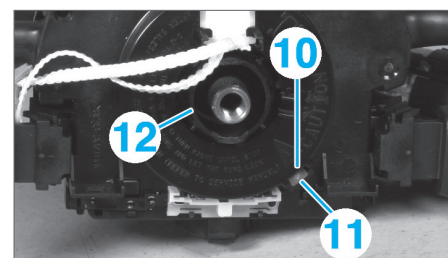

FIG. 6
Le contacteur tournant d'un module des commandes sous volant neuf n'a pas besoin d'être réglé. Le réglage est garanti par l'alignement de l'encoche (10) et de l'index (11) (Fig.6).
- Appuyer au centre sur la bague (12) du contacteur tournant (Fig.6).
- Aligner l'index (11) avec l'encoche du contacteur tournant (10).